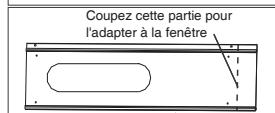
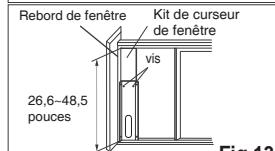

Fig.8
Fig.13
- Coupez le kit du curseur de fenêtre réglable si la largeur de la fenêtre est inférieure à 26,6 pouces (Fig.8).
2. Ouvrez le châssis de la fenêtre et placez le kit du curseur de fenêtre sur le rebord de la fenêtre (Fig.13). Fixez le kit du curseur de fenêtre au rebord de la fenêtre. Ajustez la longueur du kit du curseur de fenêtre selon la hauteur de la fenêtre.
- Vissez les deux vis sur le kit du curseur de fenêtre. Voir (Fig.13). Coupez le kit du curseur de fenêtre réglable si la hauteur de la fenêtre est inférieure à 26,6 pouces (Fig.8).